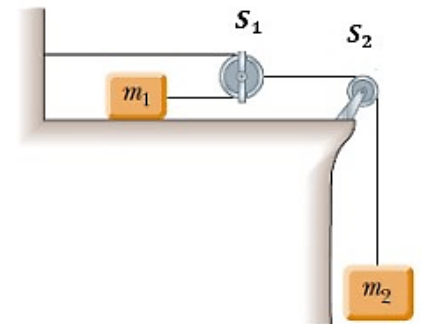

Figura 2
B) (4,2 p) Al doilea sistem mecanic este format dintr-un scripete mobil și un scripete fixat la marginea unei mese (figura 2). Peste scripetii, considerați ideali, sunt trecute două fire ideale care au fixate la capete două corpuri de mase $m_1 = 20$ dag și $m_2 = 80$ dag. Sistemul este menținut inițial în repaus, iar la un anumit moment este lăsat liber. Frecările sunt neglijabile atât pentru corpuri, cât și pentru scripeti. Se consideră accelerația gravitațională $g = 10$ m/s².